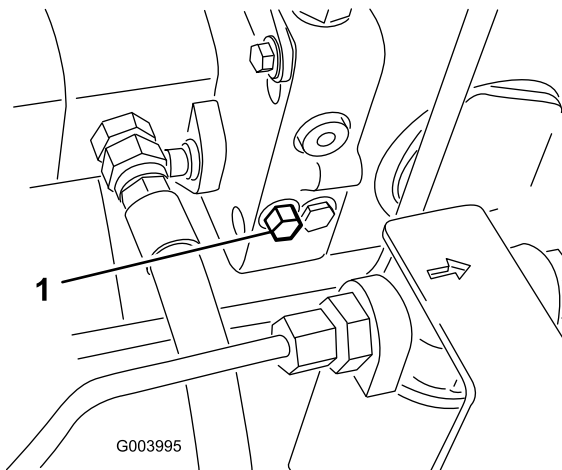

Figura 42
1. Individuate la valvola di bypass sul lato sinistro dell'idrostatato (Figura 42) e fate ruotare di un giro e mezzo il bullone per aprire e lasciare bypassare l'olio all'interno.